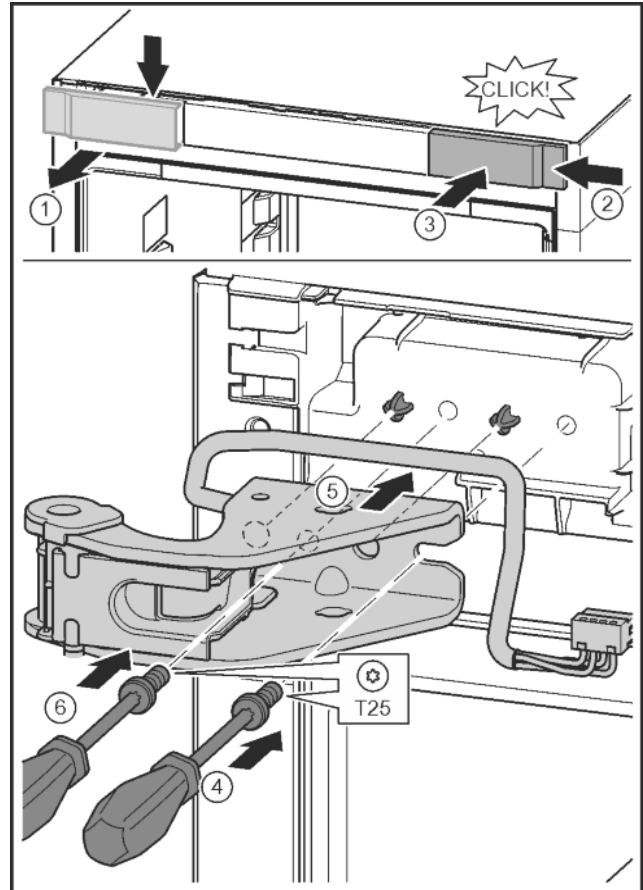

Fig. 33
- ▶ Abdeckung lösen und seitlich abnehmen. Fig. 33 (1)
- ▶ Abdeckung um 180° gedreht auf der anderen Seite von rechts einhängen. Fig. 33 (2)
- ▶ Abdeckung einrasten. Fig. 33 (3)
- ▶ Schraube mit Schraubendreher T25 ansetzen. Fig. 33 (4)
- ▶ Oberen Lagerbock ansetzen. Fig. 33 (5)
- ▶ Schraube festdrehen. Fig. 33 (4)
- ▶ Schraube mit Schraubendreher T25 einsetzen und festdrehen. Fig. 33 (6)